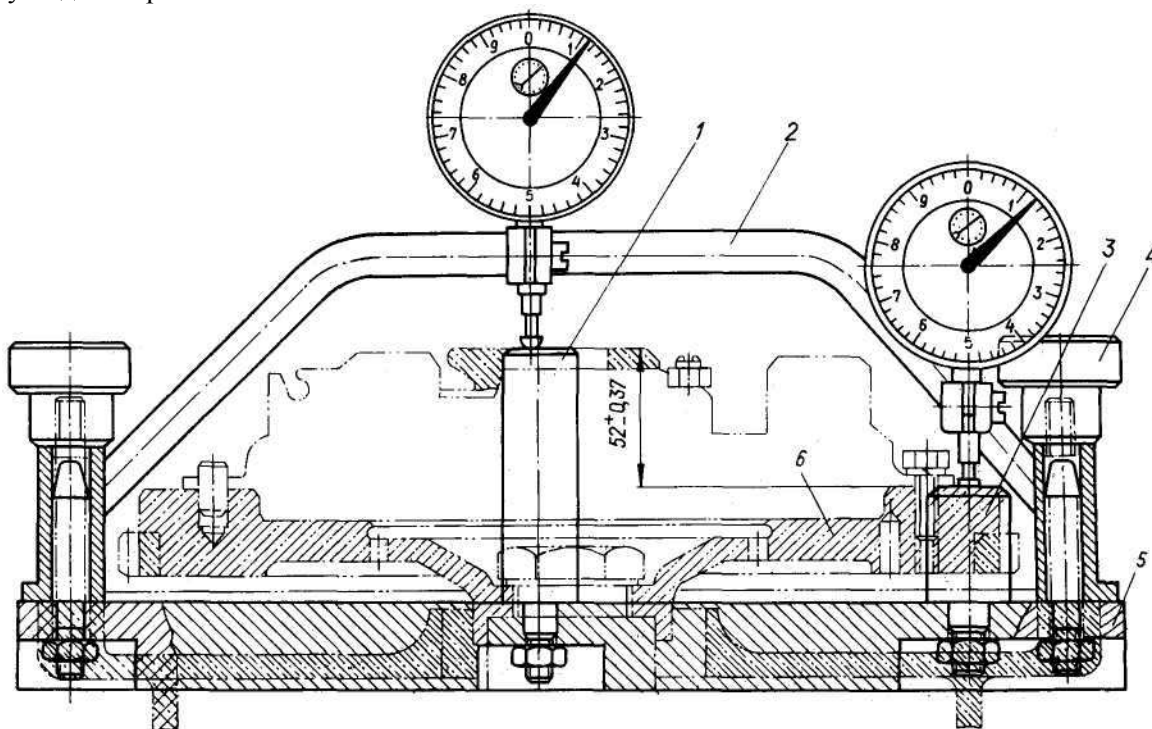

Рис. 51. Приспособление для проверки биения торца маховика и для регулировки положения пяты рычагов сцепления:
- установите перемычку 2 (рис. 51) с индикатором на установочную плиту 5, по контрольной стойке 3, выполненной по номинальному размеру положения торца маховика, задайте натяг 0,5...1,0 мм, и совместите стрелку индикатора с «0» шкалы.